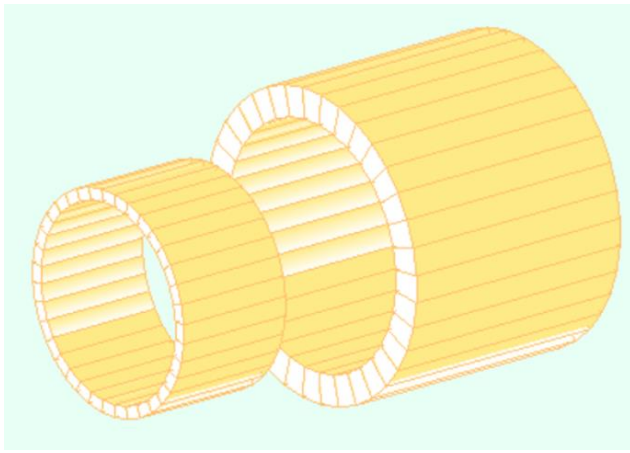

Figure 2 ЭМС 1
3. Электромеханическая система магнитоэлектрического преобразователя (рис.2). Составьте эквивалентную схему ЭМС в Matlab Simulink.
Figure 8 рис.2